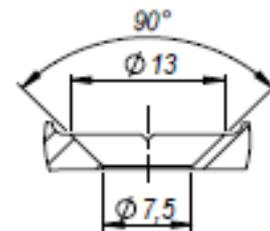

Abbildung 2:
- 6 x Senk. Schraube/Dübel-Verbindung für das Ladeprofil (Abbildung 2)
- 2 x Schraube/Dübel-Verbindung für die Wandhalterung (Abbildung 2)